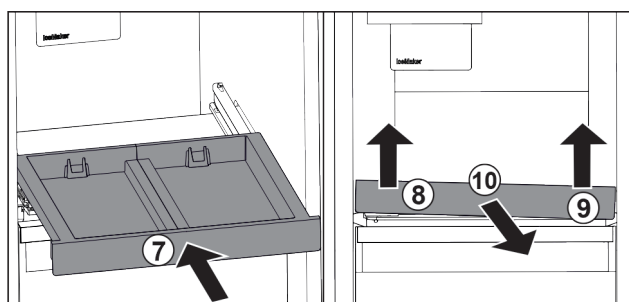

Fig. 35
- Inserire il ripiano estraibile. Fig. 35 (7)
- Sollevare il ripiano estraibile dalla parte anteriore a sinistra. Fig. 35 (8)
- Sollevare il ripiano estraibile dalla parte anteriore a destra. Fig. 35 (9)
- Rimuovere il ripiano estraibile tirandolo in avanti. Fig. 35 (10)